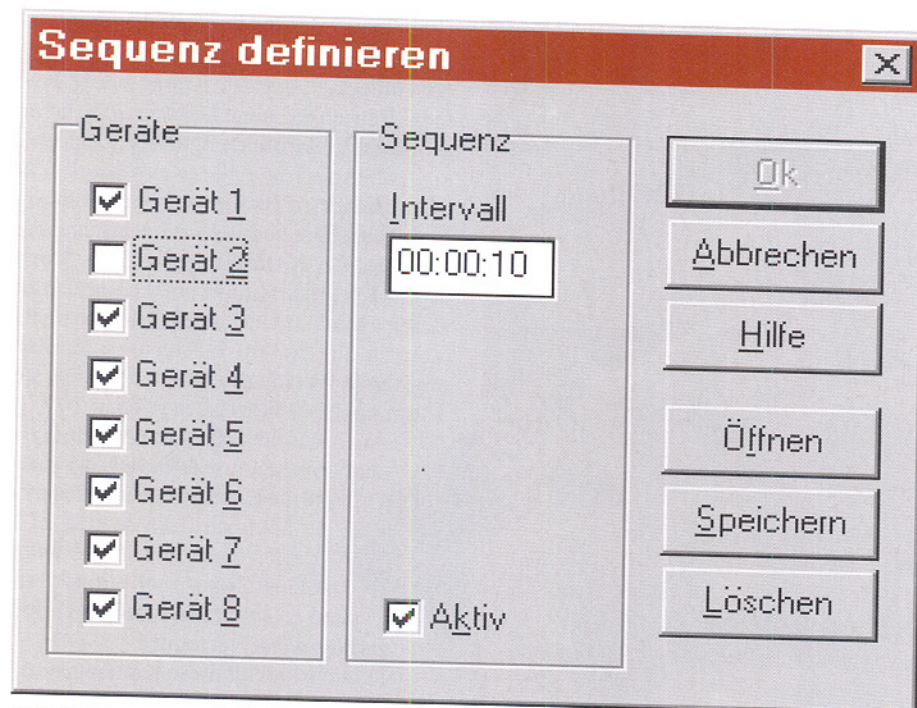

Bild 5: Sequenz mit 10-Sekunden-Intervall
- Programmierung einer Sequenz, d. h. die bis zu 8 Empfangssteckdosen können in einem programmierbaren Zeitabstand nacheinander ein- und ausgeschaltet werden (siehe Abbildung 5)